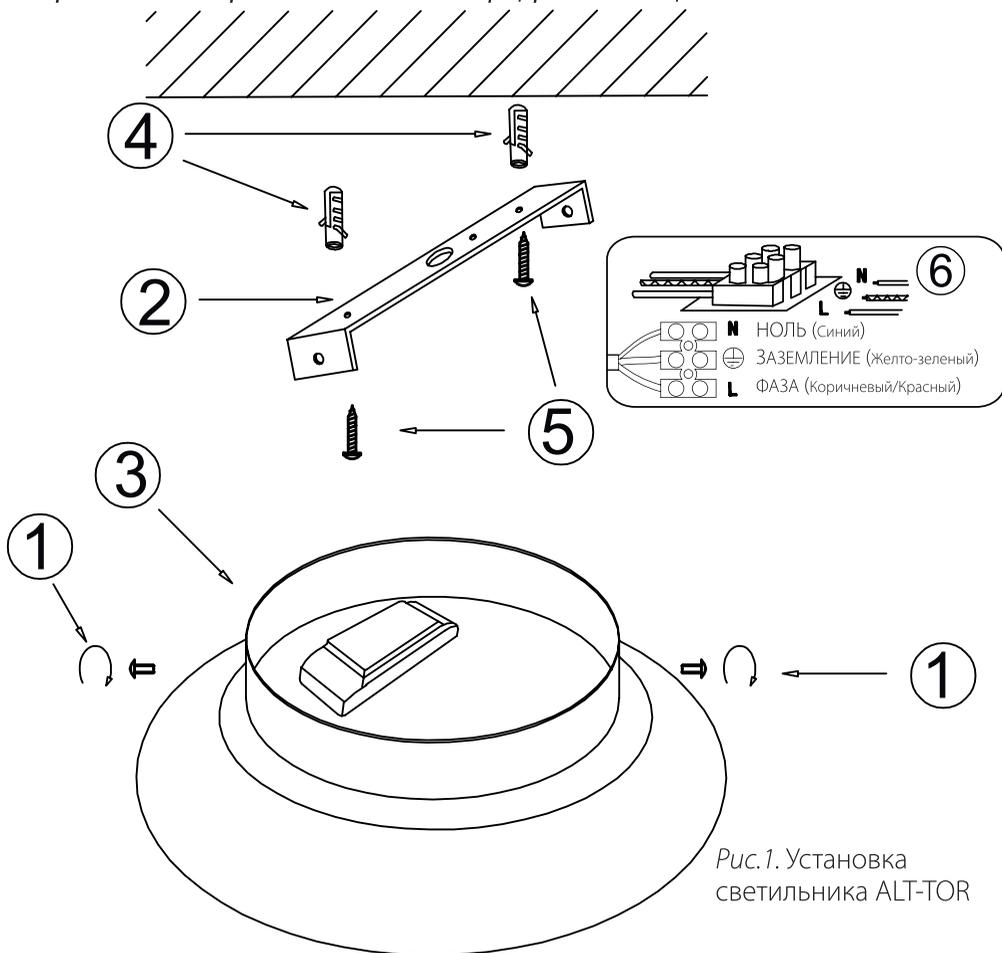

Рис. 1. Установка светильника ALT-TOR
- 3.2. Выкрутите винты ①(см.Рис.1) и отделите монтажную скобу ② от светильника ③.